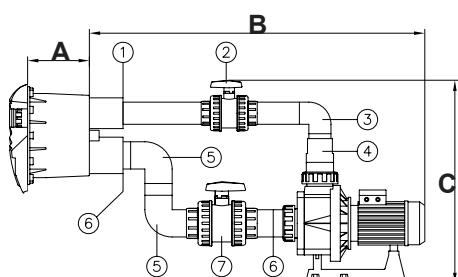

Fig. 6
- Verbinden Sie die Reduzierhülse von 75x63 mm (Nr.1, Fig.6) im Anschluß für die Ansaugung des Gehäuses (siehe Fig. 6).
- Verbinden Sie ein Rohr Ø 63mm (*) mit der Reduzierhülse (Nr.1, Fig. 6).
- Verbinden Sie das Ventil Ø 63mm (Nr.2, Fig. 6) mit dem Rohr Ø 63mm (*).
- Verbinden Sie das Rohn Ø 63mm (*) mit dem Ventil Ø 63mm (Nr.2, Fig. 6).
- Verbinden Sie den Rohrkrümmer Ø63mm (Nr.3, Fig. 6) mit dem Rohr Ø63 mm (*).
- Verbinden Sie das Rohr Ø 63mm (*) mit dem Rohrkrümmer (Nr.3, Fig.6).
- Verbinden Sie die konische Reduzierung von 90/75/63 mm (Nr.4, Fig. 6) mit dem Rohr Ø 63mm (*) und mit der Rohrverschraubung der Pumpe Ø 90mm.
- Verbinden Sie die Reduzierhülse von 75x63 mm (Nr.6, Fig.6) im Anschluß für die Ansaugung des Gehäuses (siehe Fig. 6). - Benutzen Sie ein Rohr von Ø 75mm *) und schließen Sie damit einen Rohrkrümmer Ø 75mm (Nr.5, Fig.6) an die Reduzierhülse (Nr.6, Fig.6) an.
- Mit einem Rohr von Ø 75mm *) vereinen wir nun den anderen Rohrkrümmer von Ø75mm (Nr.5, Fig.6) mit dem schon verleimten Rohrkrümmer (siehe Fig. 6).
- Verbinden Sie das Ventil Ø75mm (Nr.7, Fig.6) mit dem Rohrkrümmer (Nr.5, Fig.6), indem Sie für den Anschluß ein Rohr von Ø 75mm (*) benutzen.
- Verbinden Sie ein Rohr Ø 75mm (*) mit dem Ventil (Nr.7, Fig. 6).
- Verbinden Sie eine Reduzierhülse von 90x75 mm (Nr.6, Fig.6) mit dem Rohr Ø 75mm (*) und mit der Rohrverschraubung der Pumpe Ø 90mm.